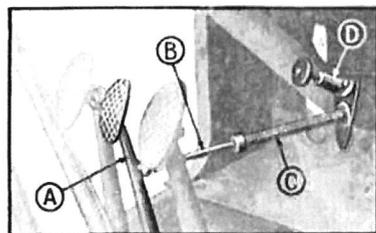

Fig. 245. — Commande de l'accélérateur.
- 2—Retirer la rotule de la pédale et dévisser son boîtier de la tige de commande (fig. 245).